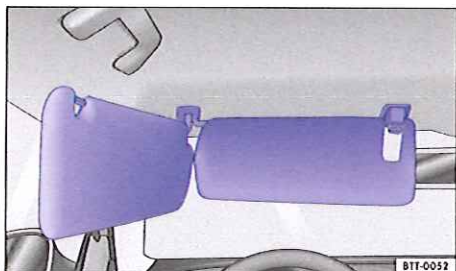

Fig. 106 Dans le ciel de pavillon, à l'avant : doubles pare-soleil pour le conducteur.
- Déplacement vers l'arrière dans le sens longitudinal du pare-soleil pivoté vers la porte → fig. 106.